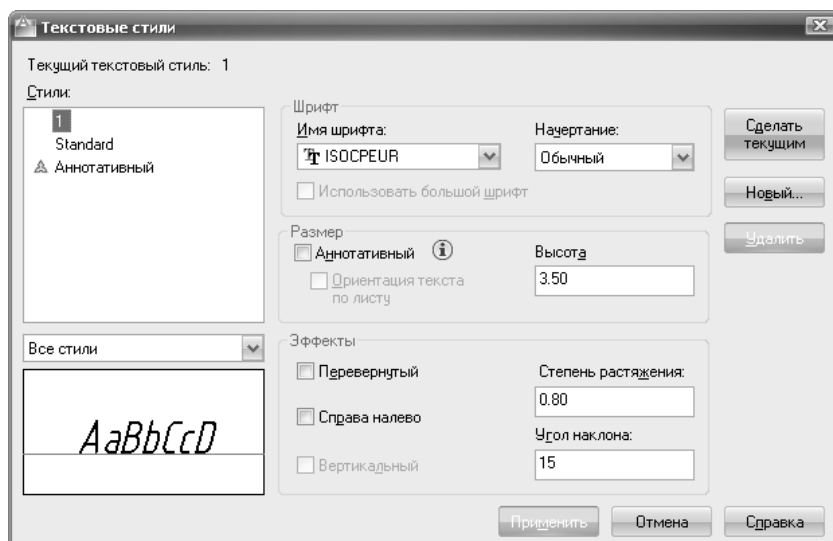

Рисунок 12 – Диалоговое окно «Текстовые стили»
- 2 В диалоговом окне «Текстовые стили» (рис.12):